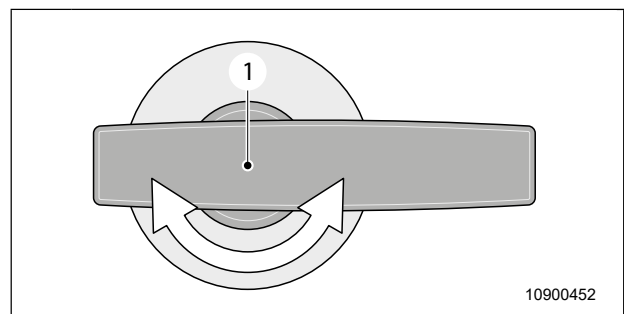

Fig. 50 Llave de desagüe del depósito de aguas residuales
1. Abrir la llave de desagüe del depósito de aguas residuales (Fig. 50, pos. 1) y vaciar las aguas residuales en una estación de evacuación apropiada.
2. Cerrar la llave de desagüe del depósito de agua residuales (Fig. 50, pos. 1).